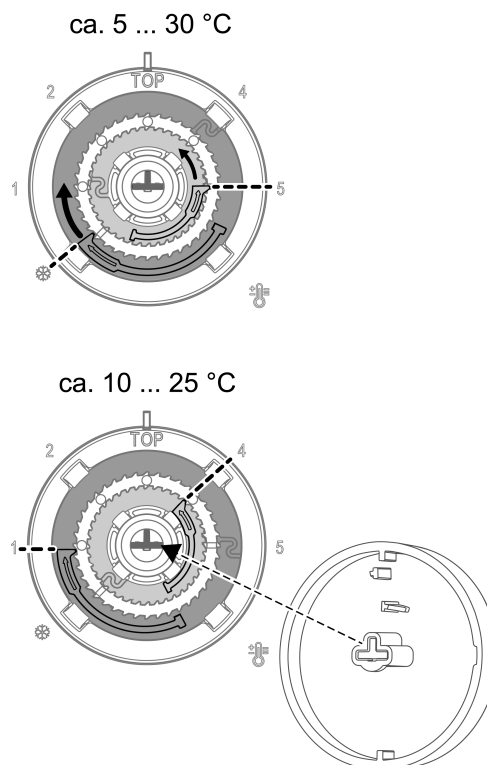

рисунок 4: Настройка ограничения температуры (до/после)
- Отожмите кнопку управления на центральной плате, чтобы увидеть установочные кольца (рисунок 4).
- Снова установите кнопку управления, соблюдайте кодировку (рис. 4, внизу) кнопки управления и поворотной оси.